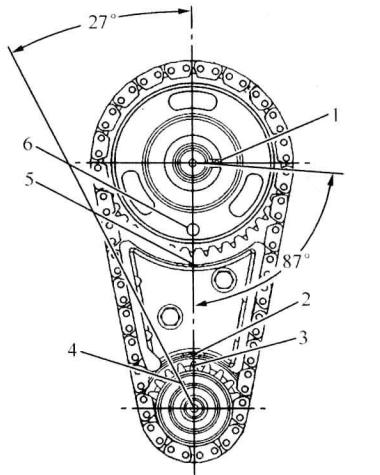

图 1-2-1 正时标记识别
2. 旋转曲轴, 使正时标记对准如下位置（图 1-2-1）: